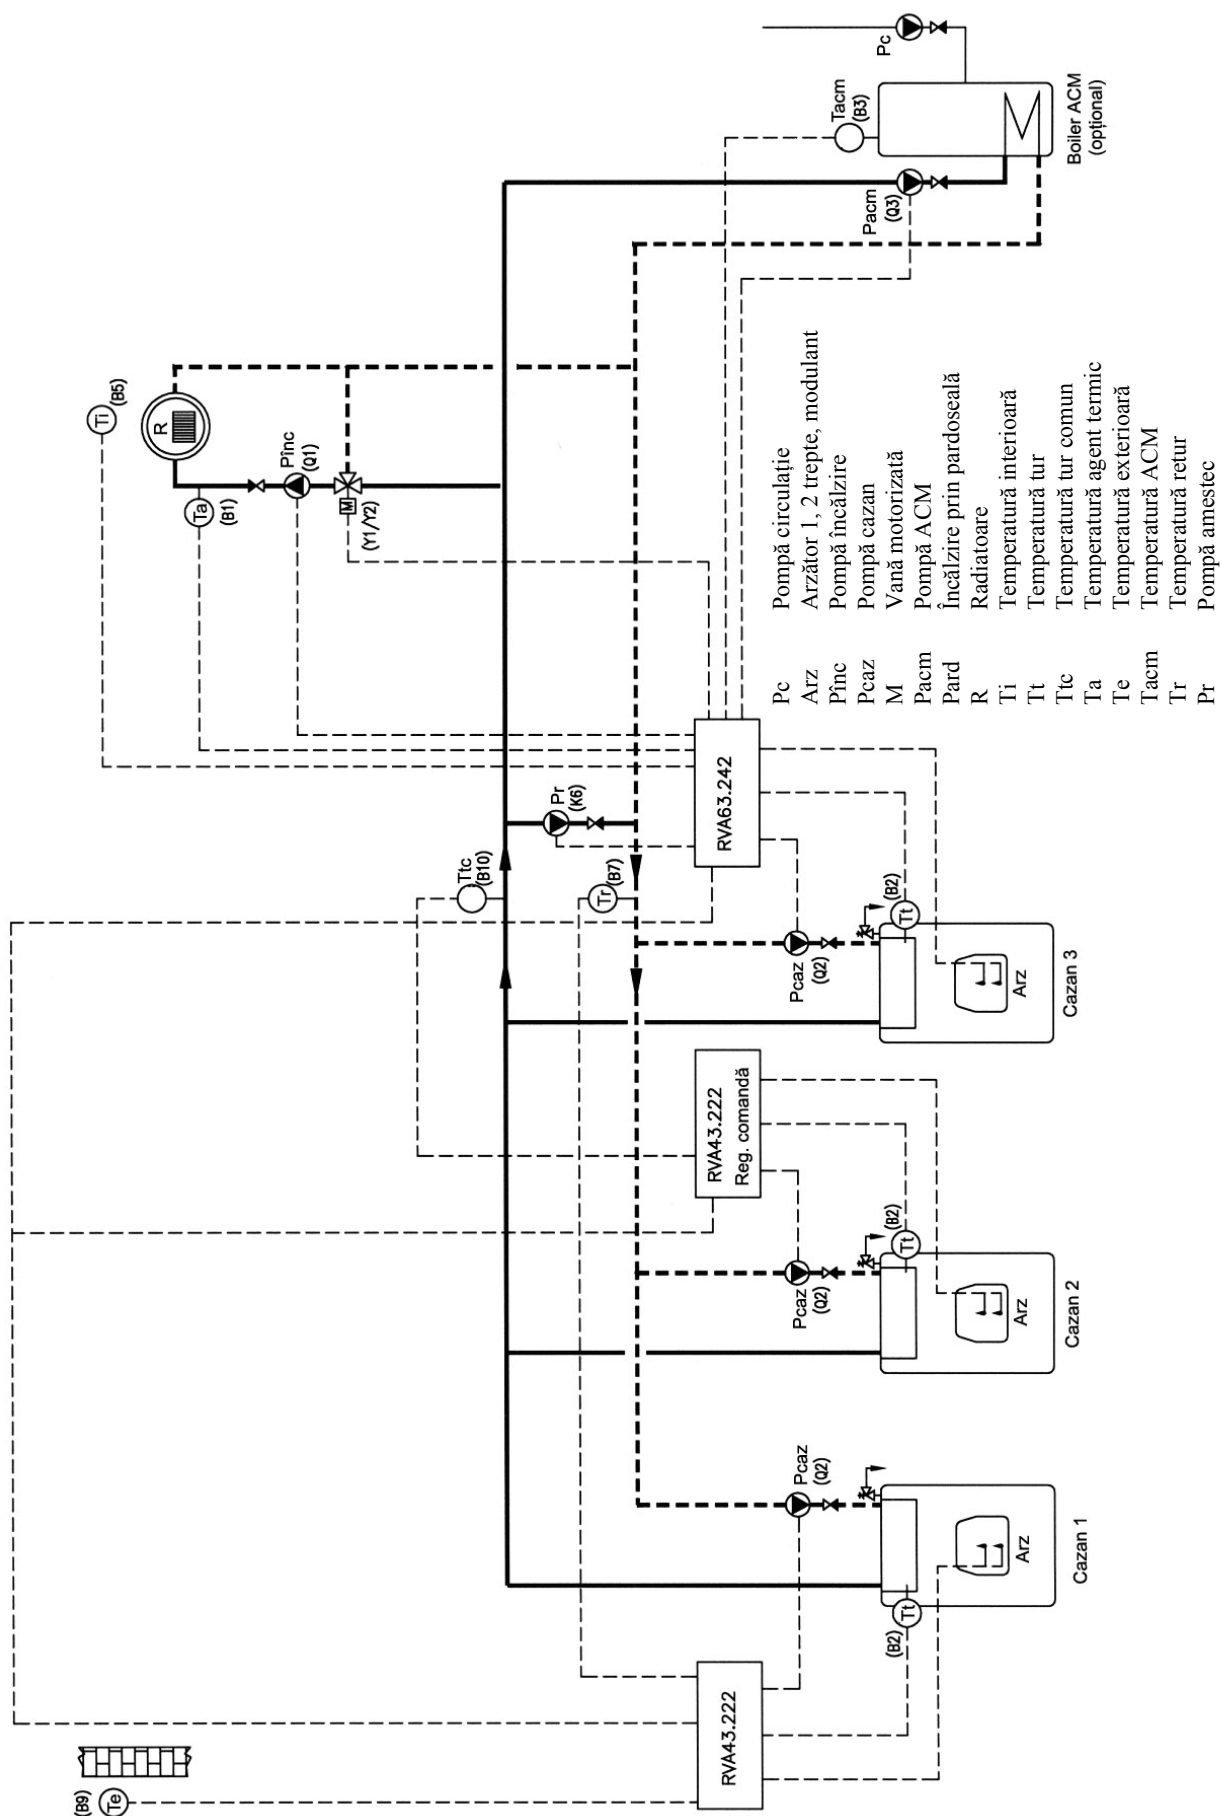

Fig. 3.15.
3.15. Trei cazane, un circuit de încălzire, ACM, pompă de recirculare comună (Fig. 3.15.) GAE-REG-5